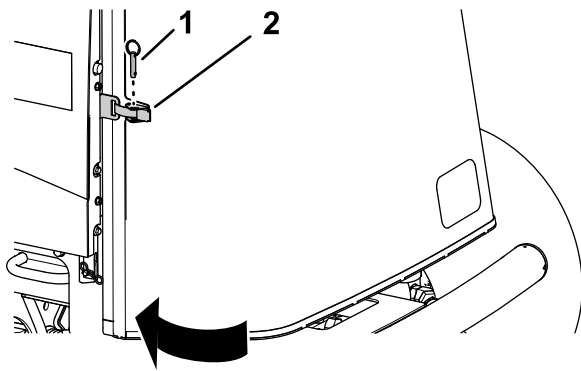

Figura 96
1. Feche e tranque o filtro (Figura 96)